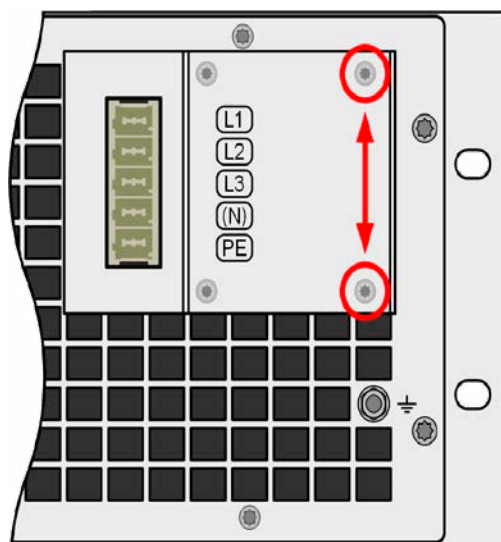

Figure 11 - Emplacement de montage de la bride
1. Enlever les deux vis du boîtier filtre AC comme indiqué en Figure 11 ci-dessous.